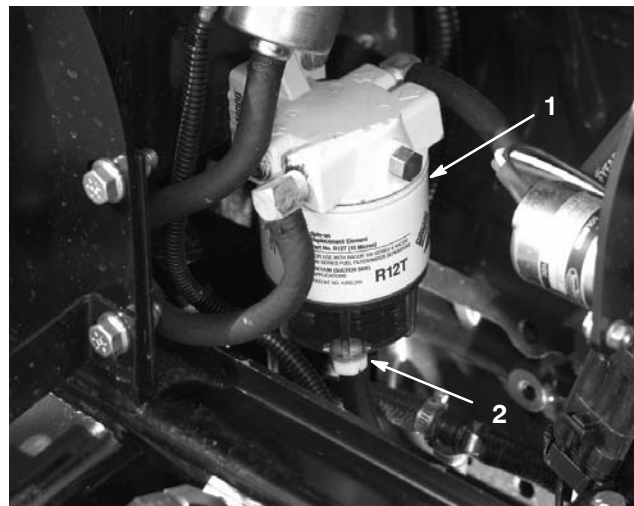

Figure 49
Vidangez chaque jour l'eau ou autres impuretés qui se trouvent dans le séparateur d'eau (Fig. 49).
2. Dévissez le bouchon de vidange en bas de la cartouche du filtre (Fig. 49). Revissez le bouchon quand la vidange est terminée.